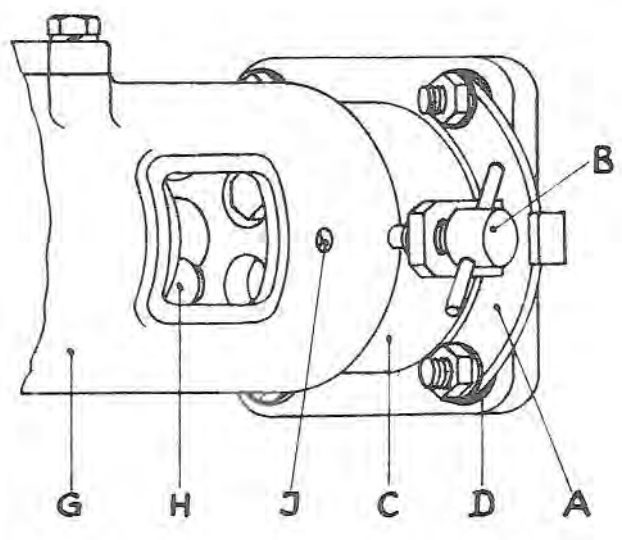

Fig.2
3. Pousser l'accouplement à articulation G sur la tubulure C. Si nécessaire, tourner l'arbre cardan jusqu'à ce que les chevilles d'entraîneur H engrènent. Fig. 2.
4. Visser la vis de fixation B dans le trou de centrage J et fixer-là. Fig.2.